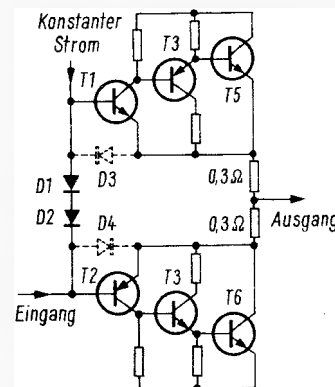

Bild 2. Vereinfachte Darstellung der Quad-Triples-Schaltung
*Bild 2* zeigt in vereinfachter Form die neue Quad-Schaltung. Jeder der beiden Klasse-B-Halbseiten besteht aus drei Transistoren mit eigenem Gegenkopplungskanal, der den Verstärkungsfaktor auf 1 reduziert. Die Verzerrungen (oder Fehlerspannungen zwischen Ein- und Ausgang) setzen sich aus der Summe der Signalspannungen über der Basis-Emitter-Strecke von Transistor T1 und dem oberen 0,3-Ω-Widerstand für die positiven Halbwellen des Signals und aus der Summe der Wechsellspannungen über der Basis-Emitter-Strecke von T2 und dem unteren 0,3-Ω-Widerstand zusammen. Die Signalspannungen zwischen Basis und Emitter der Transistoren T1 und T2 sind gleich und wegen der starken Gegenkopplung sehr klein. Die Schaltung arbeitet deshalb symmetrisch.
Die in *Bild 2* strichliert eingezeichneten Dioden D3 und D4 sind nicht von grundsätzlicher Bedeutung für die Ar-